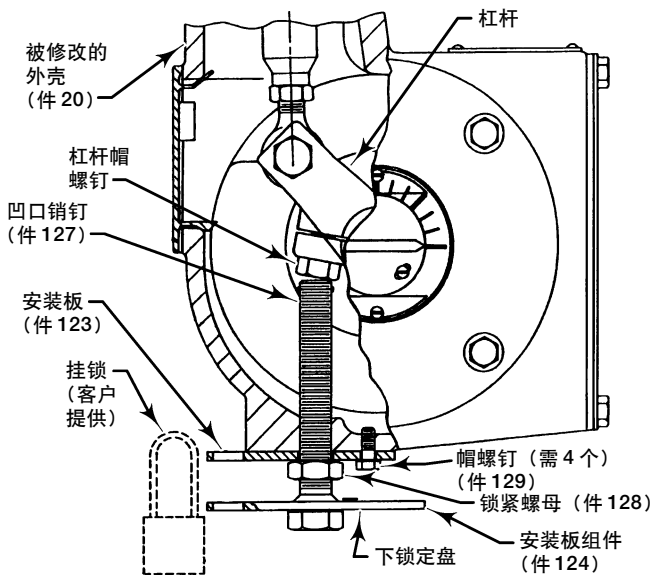
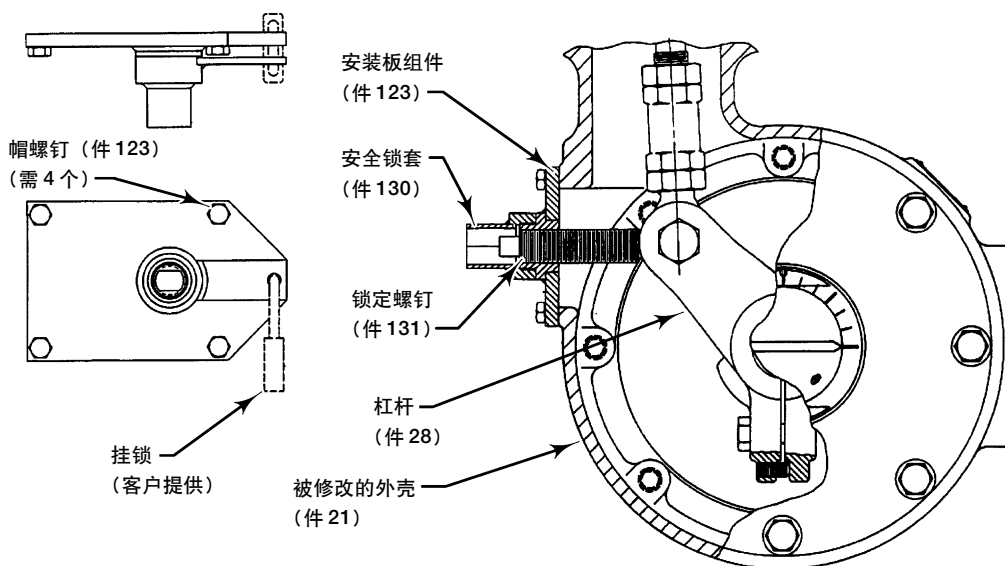

图5. 锁定机构 (尺寸为30、40、60与68)
图6. 锁定机构 (尺寸为80与100)
有关锁定机构细节内容与件号位置，请参考图5与图6。
1. 如图 5 所示，将安装板 (件 123) 连接固定到被修改的外壳 (件 21) 上。用帽螺钉 (件 129) 固定它。一定要确保在安装板中心的孔与在外壳攻丝了的大孔对直。
1. 应如图 6 所示，将安装板 (件 123) 连接固定到被修改的外壳 (件 21) 上。用四个帽螺钉 (件 129) 固定它。
有关件号位置示于图 5 与图 6。
1. 拆下挂锁。松开锁紧螺母 (图 5 件 128)，并拧下螺栓直至它被螺栓里的凹口销定 (件 127) 阻止为止。
1. 拆下挂锁。拆下安全锁套 (图6件 130)，并拧下锁定螺钉直至它在杠杆路径的外面。
2. 应确保锁紧螺母 (图5件 128) 是松开的。然后将螺栓拧进外壳里，直至它接触执行机构杠杆的帽螺钉头部。